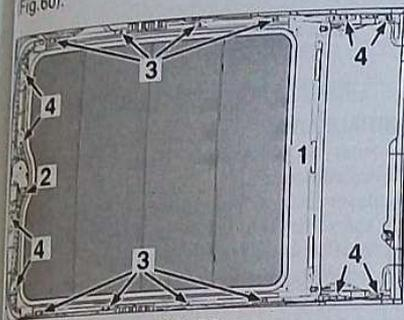

FIG. 60
Déposer le cadre (1) des panneaux occulteurs (Fig.60).